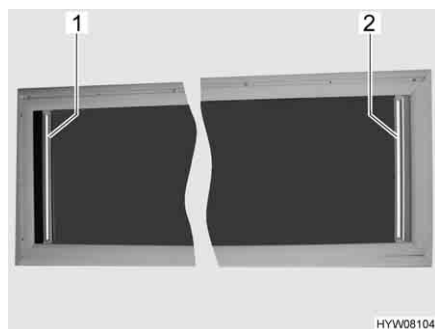

Bild 84 Överkantshängt takfönster
- Ta tag i mitten på plisségardinens (Bild 84,2) list, dra ut den och släpp den i önskad position. Plisségardinen stannar i denna position.
- Ta tag i mitten på plisségardinens (Bild 84,2) list och skjut den långsamt till det ursprungliga läget.
- Ta tag i mitten på insektsskyddets (Bild 84,1) list, dra ut det och släpp det i önskat läge. Insektsskyddet stannar på denna position.